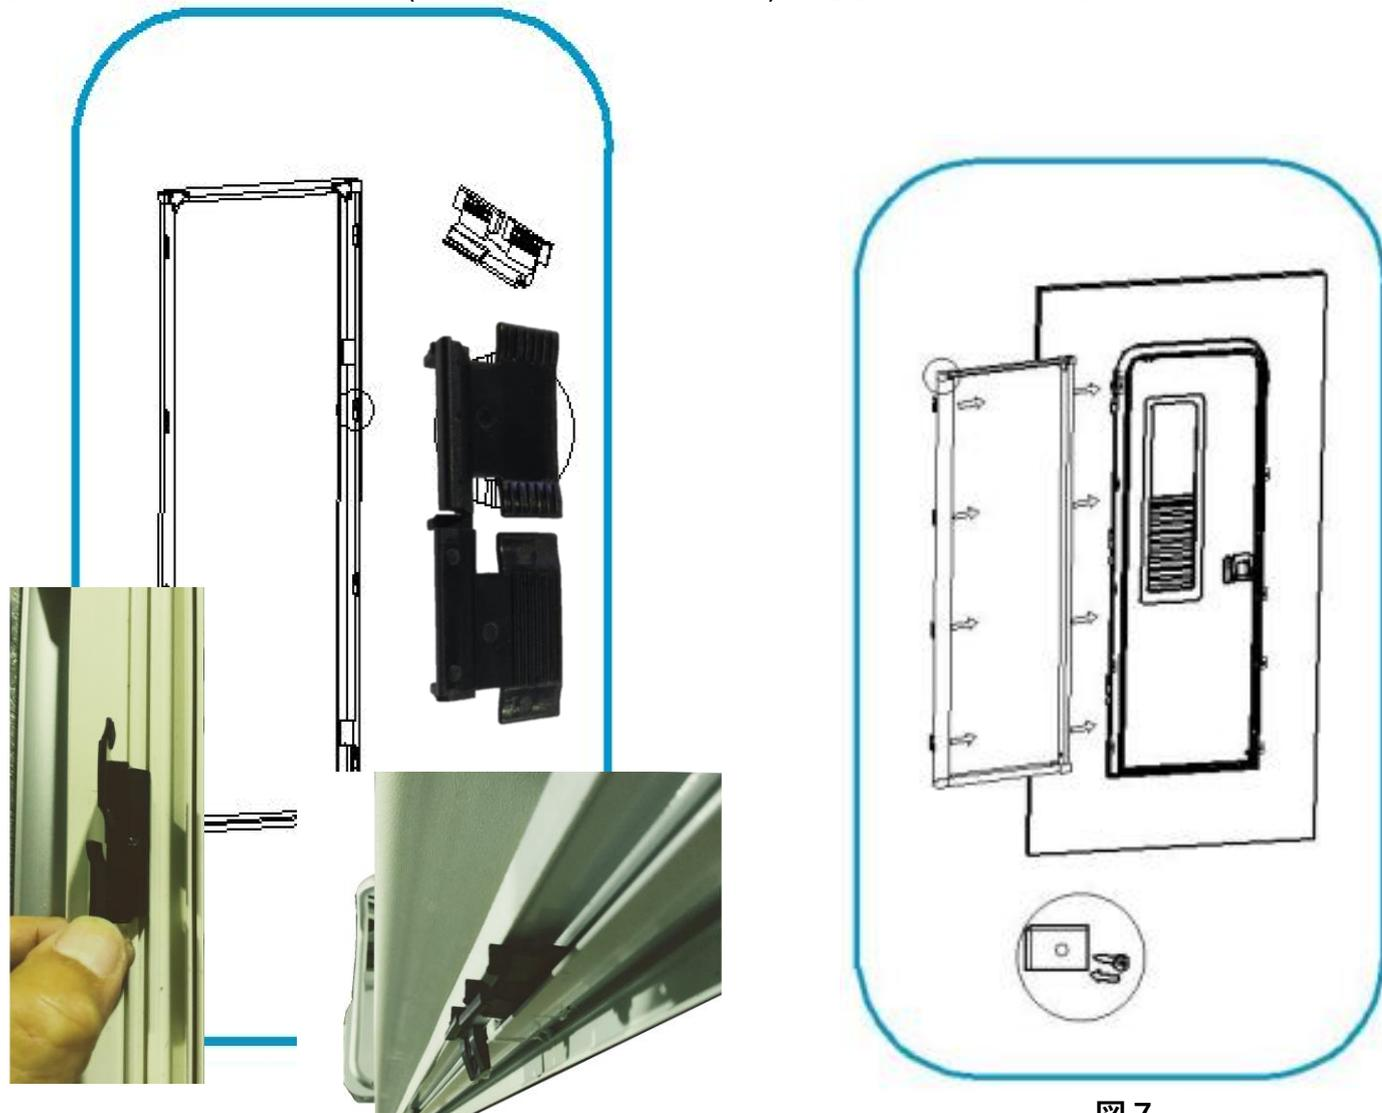

図7
9. ドアフレームに取り付けられたコネクタにスクリーンドアを合わせ、押し込んで固定し、スクリーンドアの下フレームと車体をST4.2×16セルフタッピングネジで固定し、プラスチックを覆います。ブロッキングキャップ(グレー);ST4.2×60皿頭タッピンねじを使用して網戸を壁にしっかりと固定し、網戸の上部コーナーをカバーで覆います。(図7)